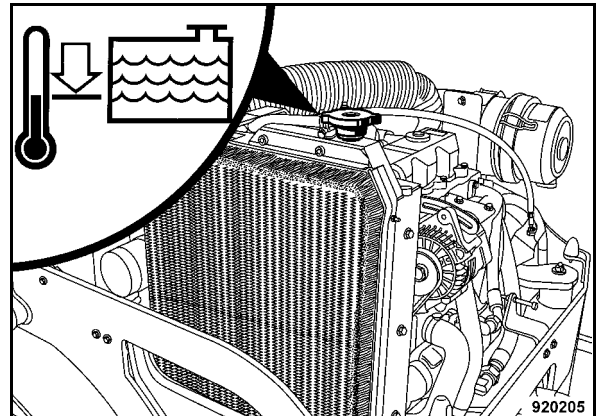

Fig. 133
- Retirar el tapón del radiador (Fig. 133).